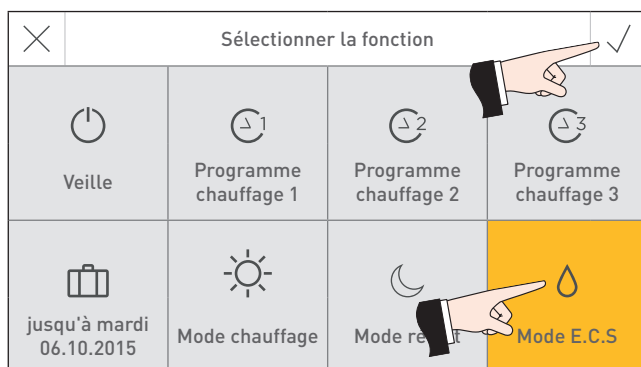

Fig. 32
- Sélectionner et confirmer le choix fonction « Mode E.C.S »  ✓ – Fig. 32.